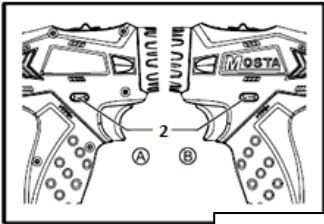

Рис.5
Чтобы снять аккумулятор, нажмите на кнопку (8; рис.3), держа инструмент за рукоятку, вытащите аккумулятор (9; рис.5) из его рукоятки по направлению В (рис.3) .
Реверсивный переключатель направления вращения (2; рис.5) позволяет установить направление вращения патрона, а также служит для блокировки случайного пуска инструмента. Для установки вращения по часовой стрелке нажмите кнопку на стороне А (рис.5), для установки вращения против часовой стрелки – на стороне В (рис.5).
- Установите требуемое направление вращения при помощи переключателя (2, рис. 1, рис. 5).